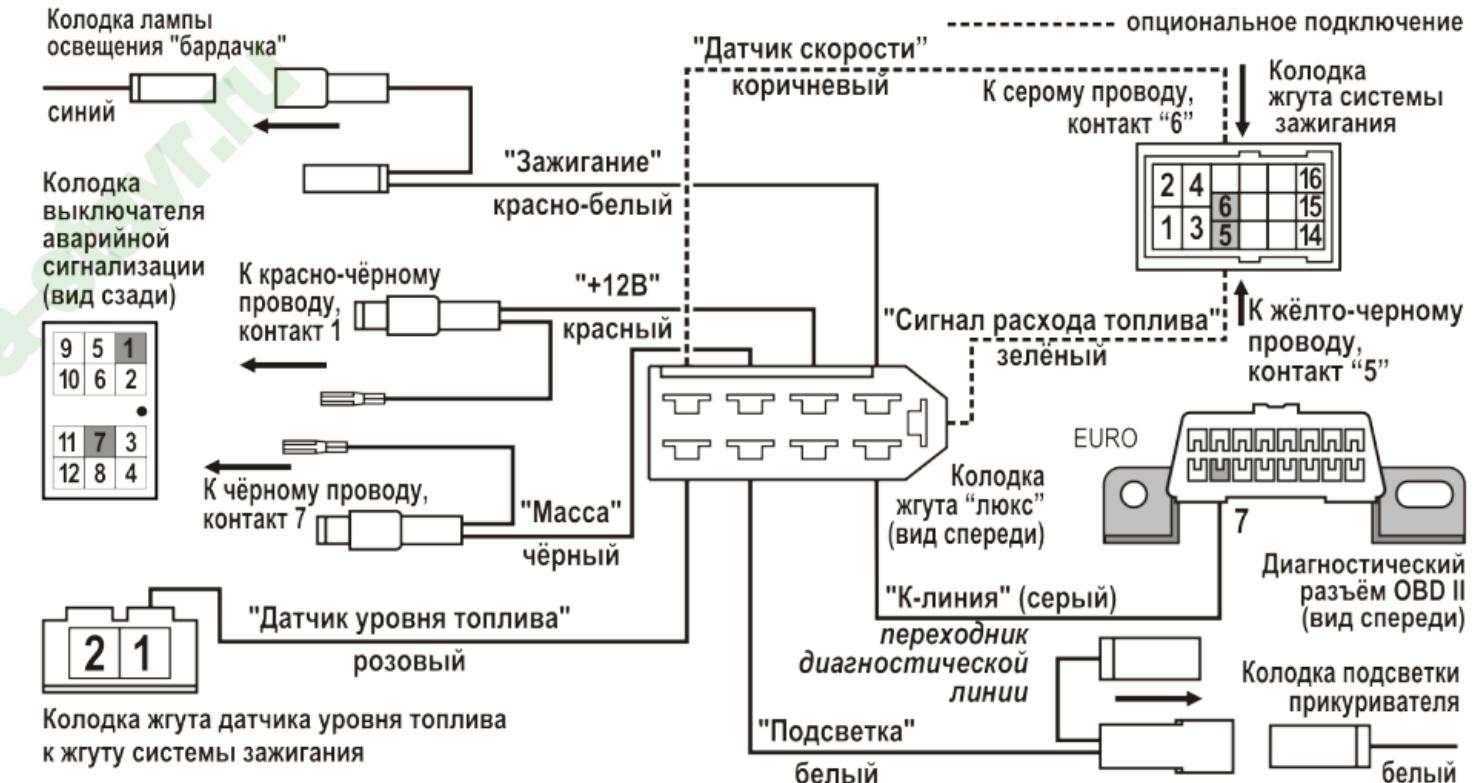

рис.4 Схема подключения (панель "люкс")
8. Вставьте соответствующий контакт переходника диагностической линии (серый провод К-линии), он входит в комплект, в колодку жгута "люкс" согласно схеме подключения ( см. Рис.4).